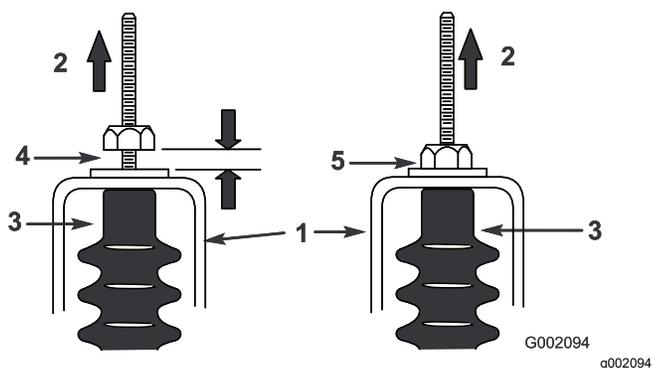

Рисунок 53
5. Потяните вверх каждый трос переключения передач, чтобы убедиться в наличии зазора от 0,76 до 1,52 мм между гайкой/шайбой и кронштейном нейтрали (Рисунок 53).